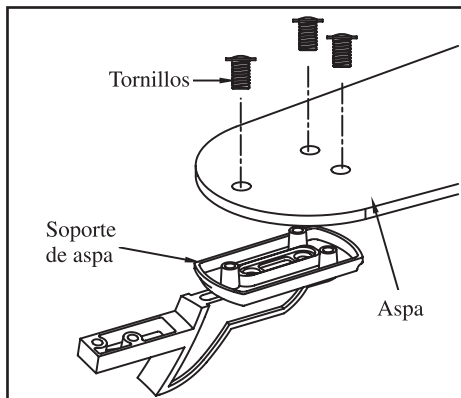

Figura 9
1. Fija el aspa a su soporte con los tornillos provistos (Figura 9). Inserta el tornillo en el soporte. Repite para los otros dos tornillos.